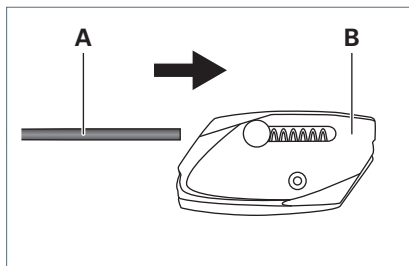

Fig. 2: Fissaggio del supporto alla fune metallica.
- ▶ Far passare la fune metallica **A** attraverso il primo occhiello del supporto **B**, vedi Fig. 2.